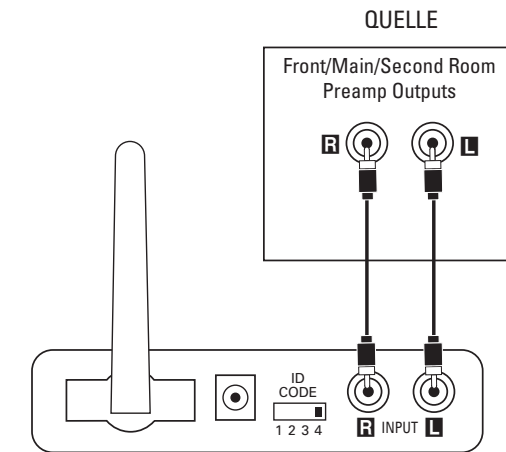

Abbildung 4.
Schritt 1. Schließen Sie das mitgelieferte Cinch-Verbindungskabel an die Buchsen für den linken und rechten Vorverstärker-Ausgang für die beiden Frontkanäle oder die Aufnahme-Ausgänge oder die Ausgänge für den Mehrraum-Betrieb (Zone 2) auf der Rückseite Ihrer Tonquelle an. Stecken Sie das andere Kabelende in die entsprechenden Buchsen 14 auf der Rückseite des Sendemoduls (siehe Abbildung 4).